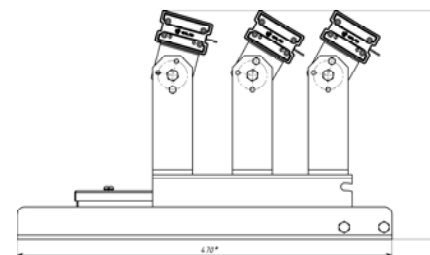

Рис.1
- 5.1. Установить прожектор (в транспортном положении) на поверхность и закрепить его двумя болтами М12 (Рис.1).
- 5.2. Ослабить 4 болта М8 крепления стойки со световыми блоками к основанию (Рис.1).